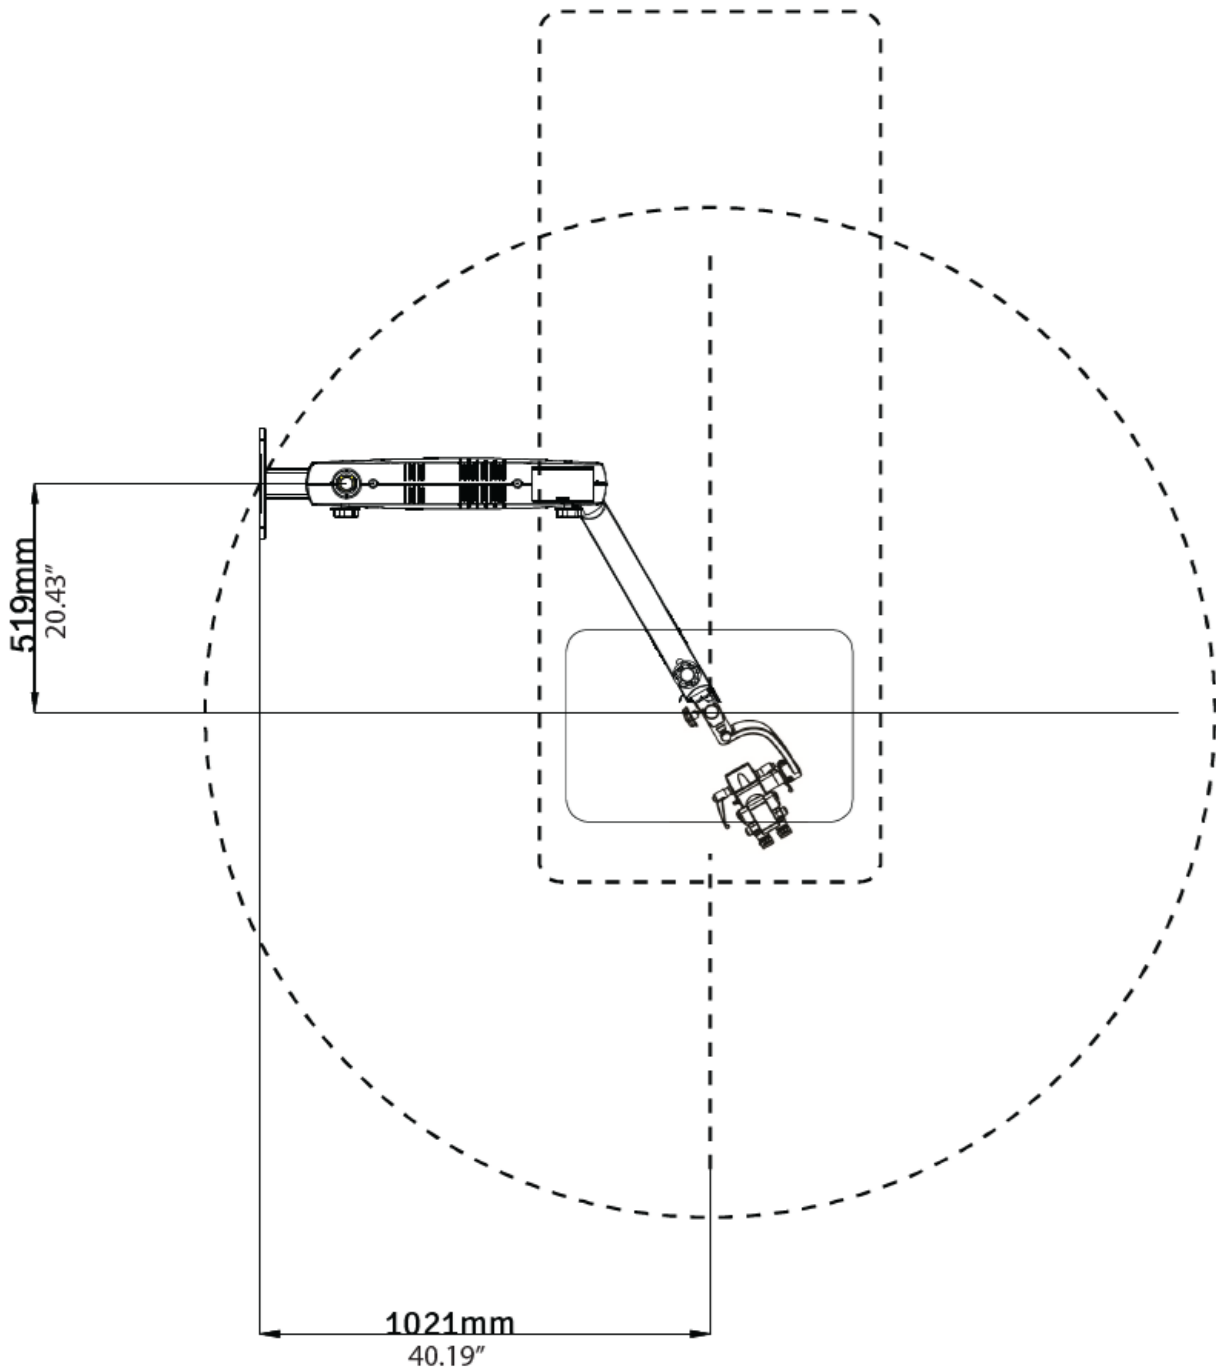

Fig. 16
- C. Distance par rapport au sol – Référez-vous à la hauteur appropriée selon la configuration commandée à partir des figures 16, 17 et 18.